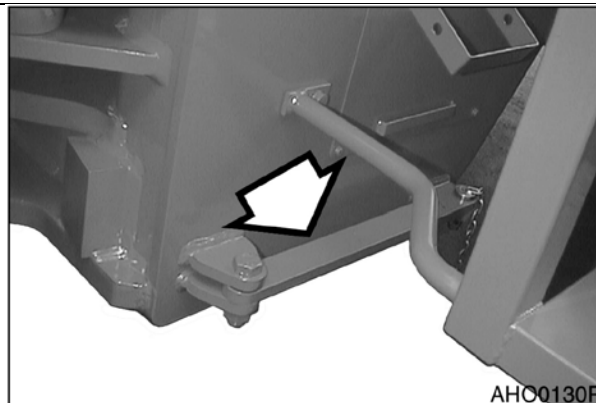

Рис. 22
1. Разомкните пластину замка рам между передней и задней рамами до начала движения. Закрепите пластину замка на задней раме (рис. 22).